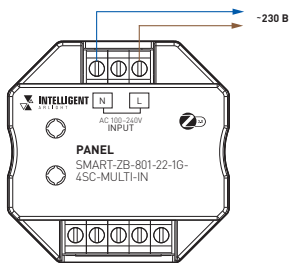

Рис. 1. Схема подключения панели SMART-ZB-801-22-1G-8SC-MULTI-IN
- 3.2. Присоедините розетку к обесточенной сети AC 230 В согласно схеме на рис. 1. Соблюдайте маркировку проводов при подключении: коричневый — L, фаза; синий — N, нейтраль.